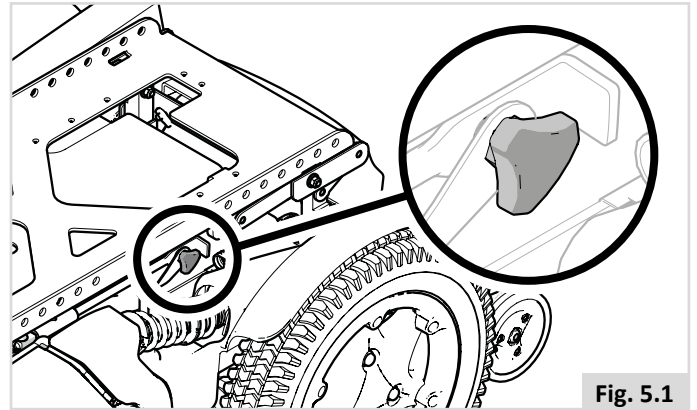

Fig. 5.1
- Pass på at seteknottene er forsvarlig strammet (Fig. 5.1).